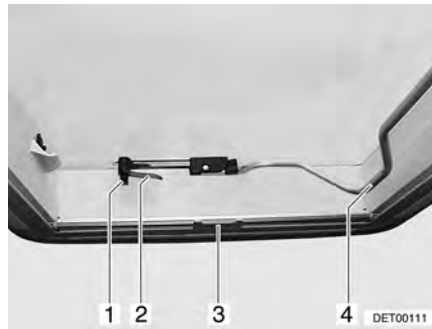
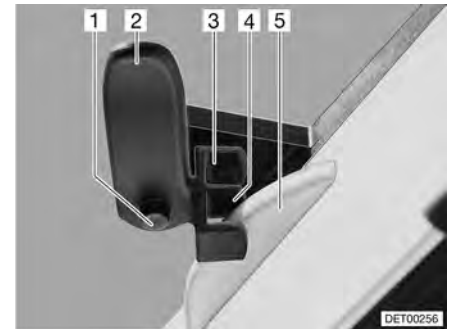

Fig. 64 Lanterneau Heki, fermé
Fig. 65 Lanterneau Heki en position de ventilation 1
- Appuyer sur le bouton de sûreté (Fig. 64,1) et tourner d'un quart de tour vers l'intérieur le levier de verrouillage (Fig. 64,2).
- Tirer l'étrier (Fig. 64,4) vers le bas, hors du dispositif de blocage.
- Tourner le levier de verrouillage (Fig. 64,2 et Fig. 65,2) d'un quart de tour. Le nez du dispositif de verrouillage du toit (Fig. 65,5) doit s'enclencher dans la fourche de verrouillage (Fig. 65,3).
- Enfoncer le bouton de sûreté (Fig. 65,1) et remettre le levier de verrouillage (Fig. 65,2) dans sa position initiale. Le nez du dispositif de verrouillage du toit (Fig. 65,5) doit s'enclencher dans la fourche de verrouillage (Fig. 65,4) inférieure.